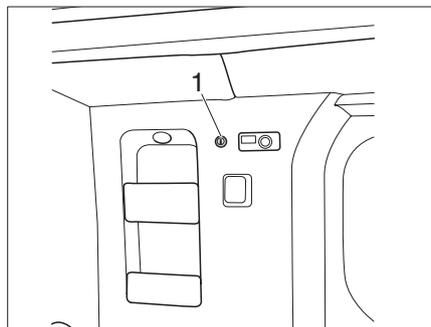

Bild 16 Taster an der Bedienkonsole
- an der Bedienkonsole (Bild 16,1)